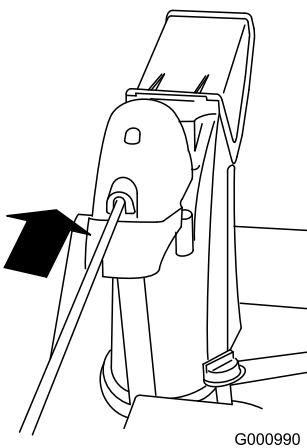

Figura 10
- Inserite l'estremità anteriore dell'asta nell'apertura sul retro del coperchio ingranaggi del cammino di scarico, finché non s'inserirà negli ingranaggi (Figura 10).